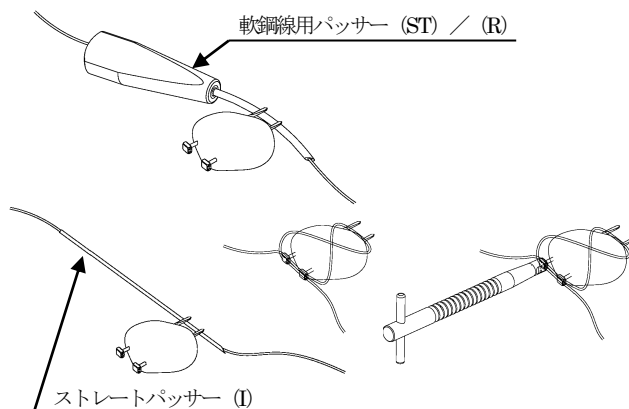

図10
- 3) 膝蓋骨下縁に、軟鋼線用パッサー (ST) / (R) 又はストレートパッサー (I) を用いてケーブルを通し、左右のケーブルの長さが均等になるように調整します。ケーブルを8の字に交差させ、スリーブ部のケーブルホールにケーブルを通します。ケーブル挿通後、CS ピンレンチアダプタSで手動的にCS ピンを骨面まで密着させます。(図10)